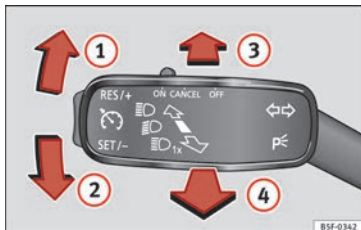

Abb. 131 Blinker- und Fernlichthebel.
- Drücken Sie den Hebel » Abb. 131 nach oben ① bzw. nach unten ②.
- Drücken Sie den Hebel » Abb. 131 nach vorn in Pfeilrichtung ③.
- Das Fernlicht schalten Sie ab, indem Sie den Hebel zum Lenkrad in Pfeilrichtung ④ drücken.
- Ziehen Sie den Hebel » Abb. 131 zum Lenkrad (gedeferte Stellung) in Pfeilrichtung ④.
- Ziehen Sie den Blinklicthebel » **Abb. 131** » Seite 127 nach oben, bzw. nach unten – das Parklicht auf der rechten bzw. linken Fahrzeugseite wird eingeschaltet.